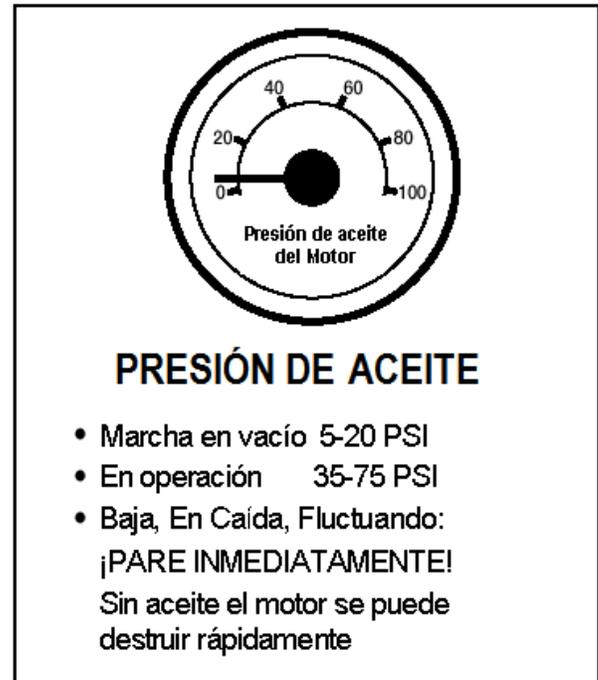

Figura 2.5
- Presión del aceite. Debe alcanzar un nivel normal en segundos después de haber arrancado el motor. Vea la Figura 2.5.